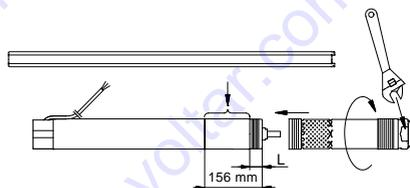

Fig. 6
1. Colocar o motor horizontalmente num torno de bancada e apertá-lo, conforme mostrado na fig. 6.
**Atenção:** O veio da bomba deve encaixar no veio do motor. Pode ser usada uma chave inglesa nas faces de aperto do conjunto da bomba, ver fig. 6.